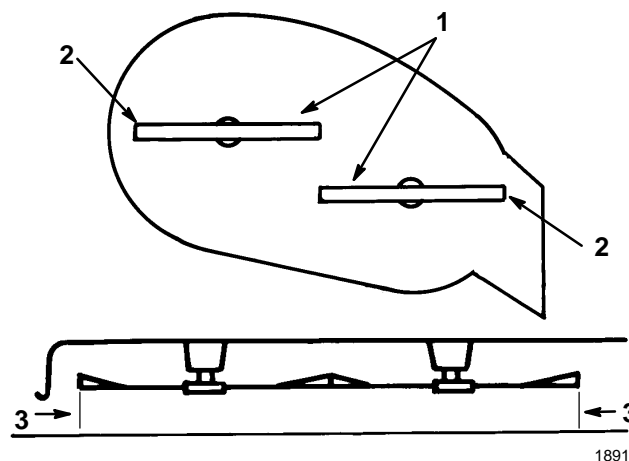

Figure 49
4. Placer prudemment la lame dans le sens transversal (Fig. 49). Mesurer la hauteur des arêtes de coupe extérieures de chaque côté par rapport au sol plat (Fig. 49). Si les deux mesures diffèrent de plus de 5 mm (3/16"), l'horizontalité transversale doit être réglée comme expliqué aux points 5 et 6.